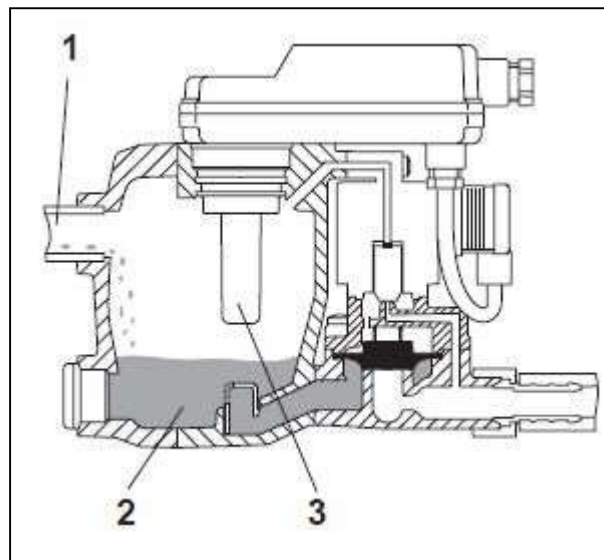

図 1
(1) DB1006E/3006E, DB1024/3024 の時 (図 1, 2)